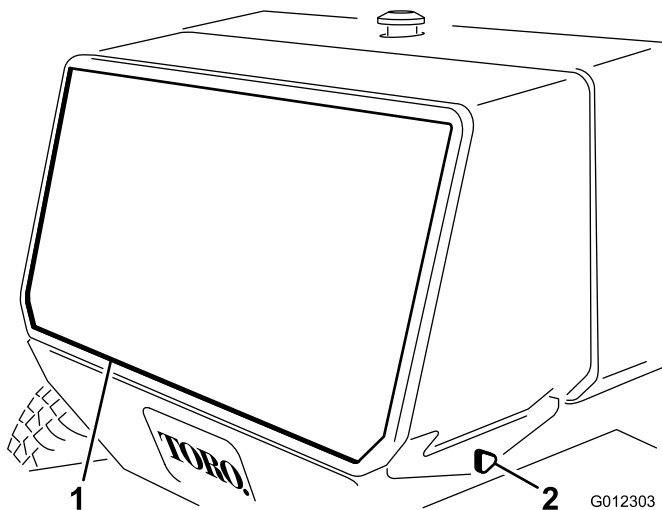

Figure 38
4. Enlevez les boutons qui fixent la protection arrière au châssis et déposez la protection (Figure 38).